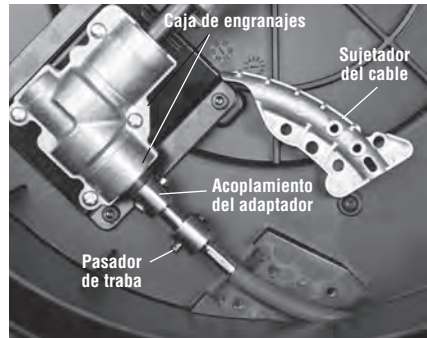
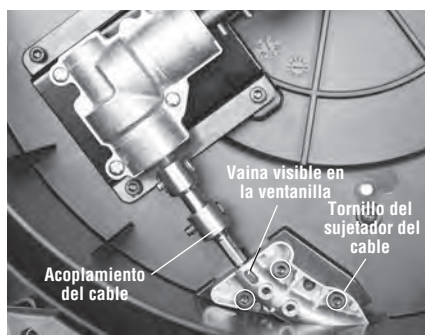

Figura 15 – Apertura del alojamiento de la limpiadora de desagües
Figura 16 – Reemplazo del conjunto del cable
3. Abra el alojamiento (Figura 15).
4. Extraiga los tornillos del sujetador del cable y el sujetador del cable (Figura 15, Figura 16).
7. Proceda en forma inversa para ensamblar el aparato. Apriete bien todos los tornillos sujetadores. Asegure que la vaina esté junta al tope de la ventanilla en el sujetador del cable. *Vea la Figura 16.*